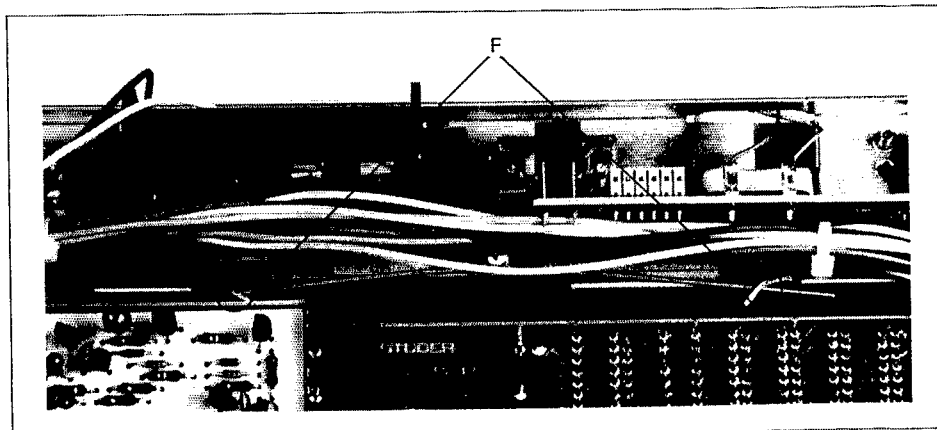

Fig. 2.8
- Die beiden Befestigungsklammern (E) (Fig. 2.8) des Display-Prints lösen, dadurch kann der Print sanft nach oben aus dem Chassis gezogen werden.
- Unfasten both mounting clips (E) (Fig. 2.8) of the display circuit board. The circuit board can now be carefully pulled out of the chassis towards the top.